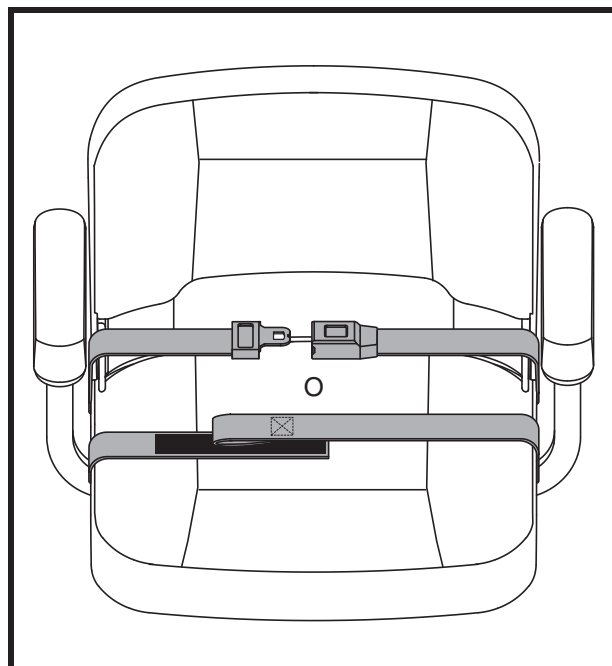

Figura 18. Cinture di sicurezza—Cintura di sicurezza con aggancio metallico o Cintura di sicurezza con gancio riutilizzabile e velcro
1. Inserire il gancio metallico del lato destro della cintura nella chiusura di plastica al lato opposto spingendo fino a sentire un “click”. **Vedere figura 18.**
1. Allineare le due parti della cintura ponendo la parte con il velcro direttamente sopra il lato di adesione (“gancio”) dell’altra parte. Premere per bloccare. **Vedere figura 18.**